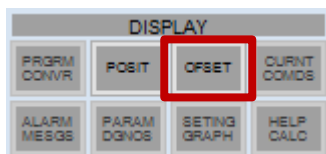

Рис.135. Кнопка «OFFSET»
3. Нажать кнопку «OFFSET» в области «DISPLAY» на пульте управления (рис.135);